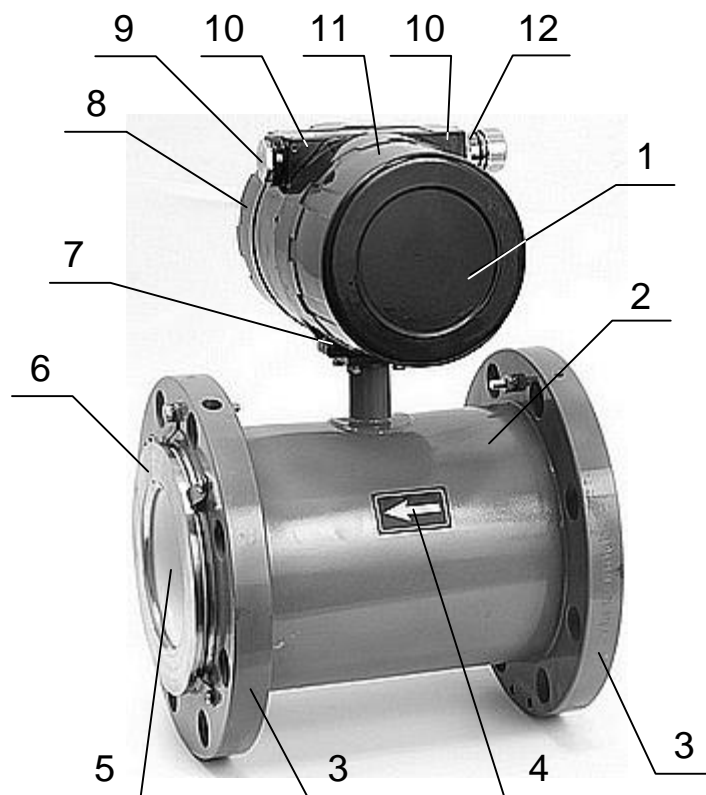

Рис.1. Внешний вид расходомера ВЗЛЕТ ТЭР.
1.5.1. Расходомер ВЗЛЕТ ТЭР (рис.1) состоит из первичного преобразователя расхода (2) и вторичного преобразователя – микропроцессорного блока электроники (1).